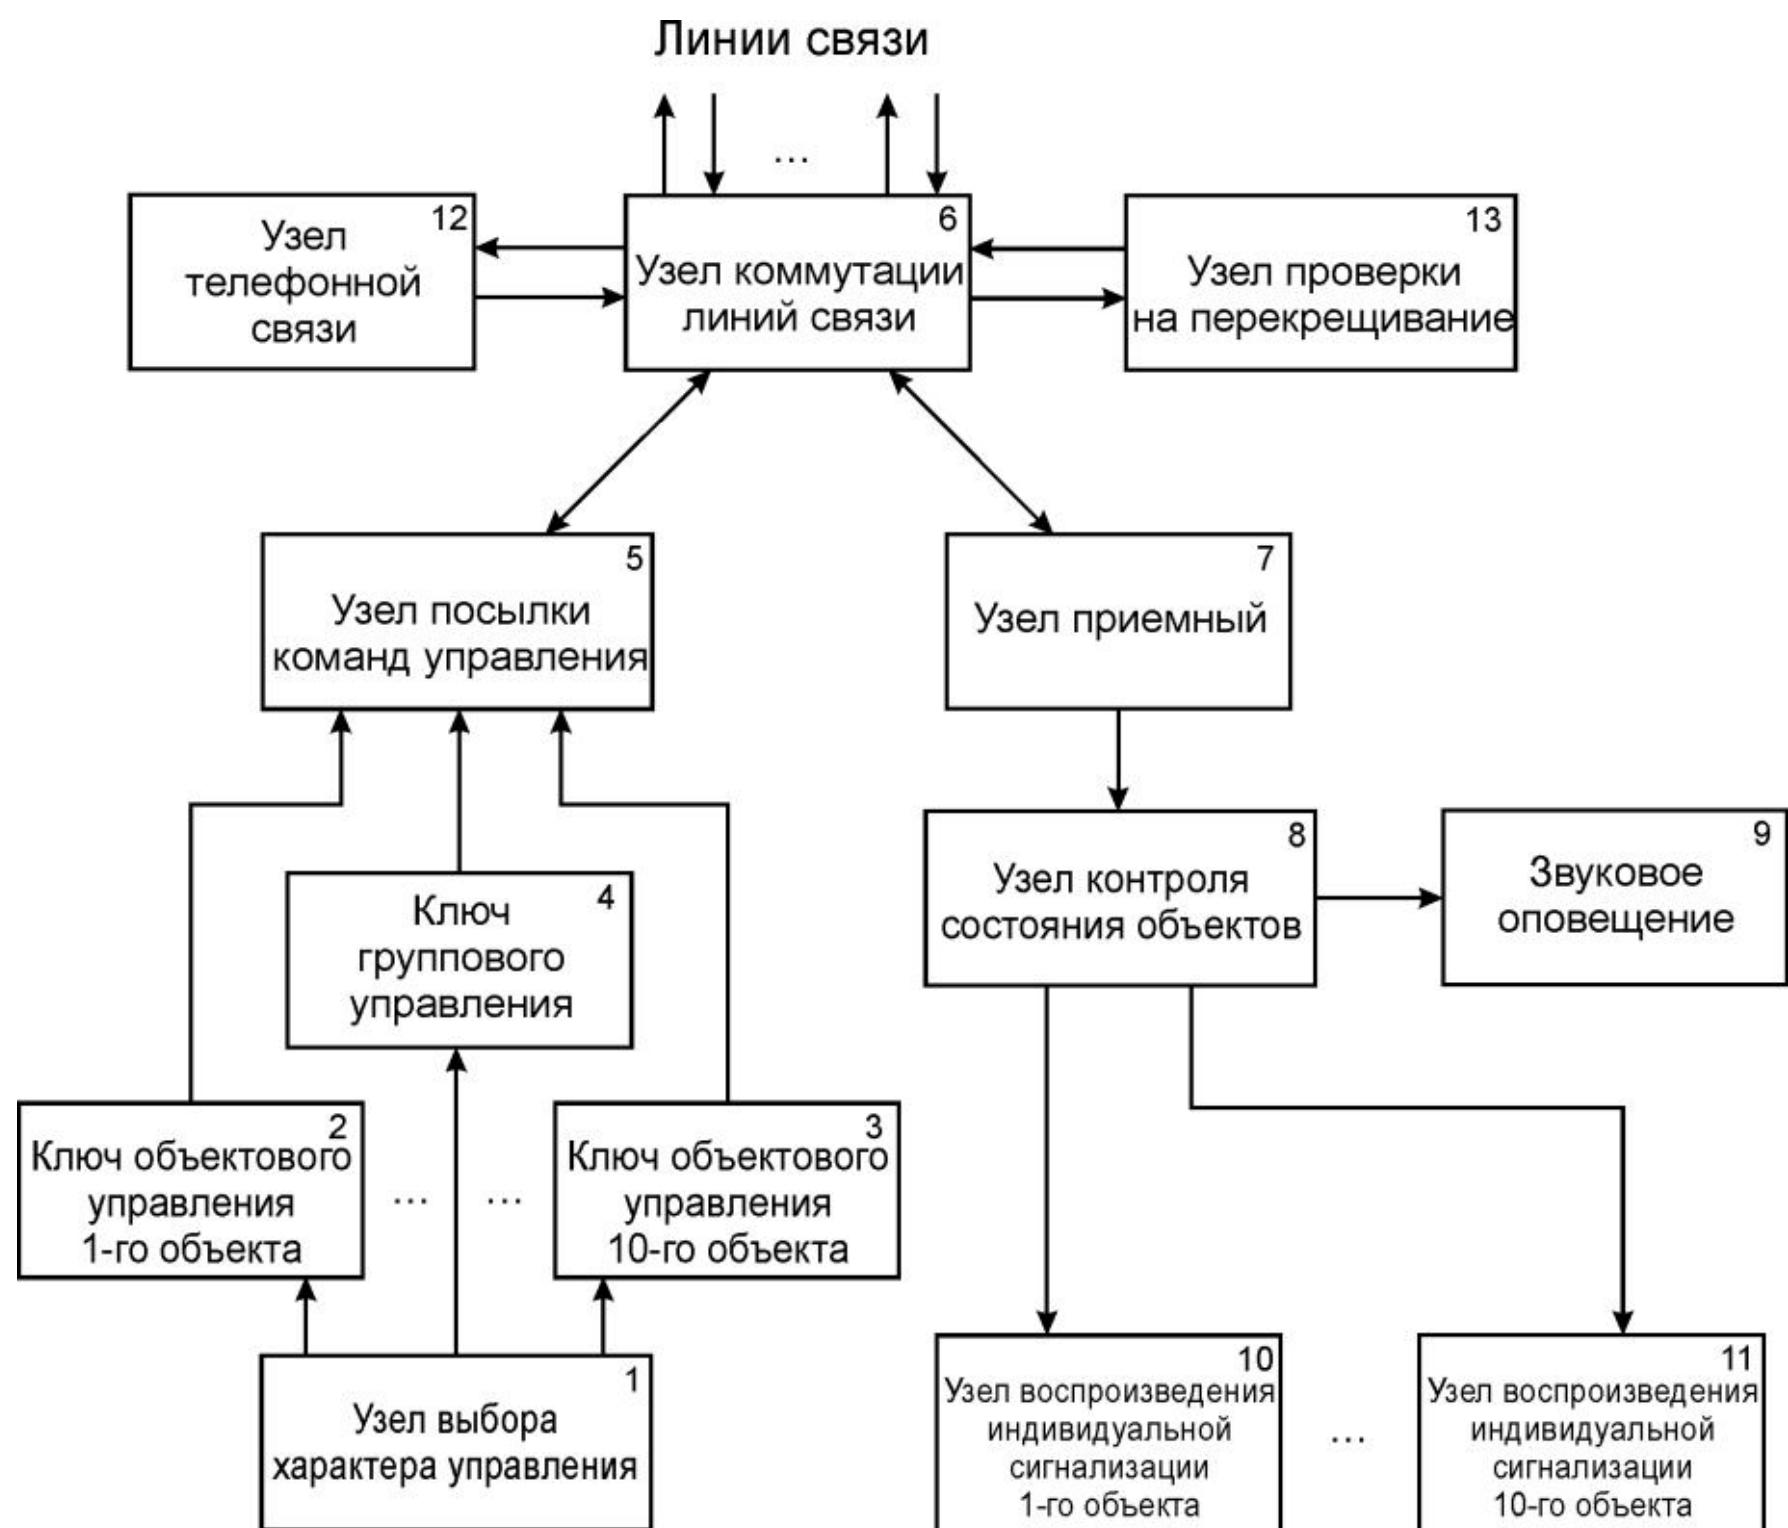

Рис. 1. Функциональная схема ПУ.
Функциональная схема ПУ представлена на рис.1. Схема содержит узлы формирования и передачи команд управления (1, 2, 3, 4, 5), узлы приема телесигнализации (7, 8, 9, 10, 11), узел коммутации линий связи (6), узел контроля линий связи (13) и узел телефонной связи (12).